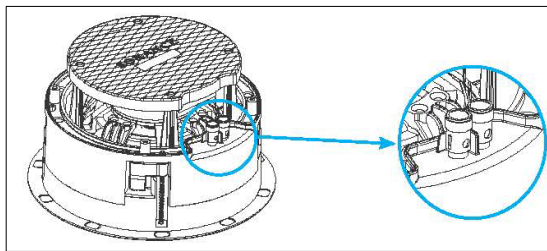

図2：接続ターミナル
3. スピーカーコネクタはスプリング式のため、各コネクタの上部を押し下げコネクタを開き、ワイヤーを挿入してください（図2参照）。